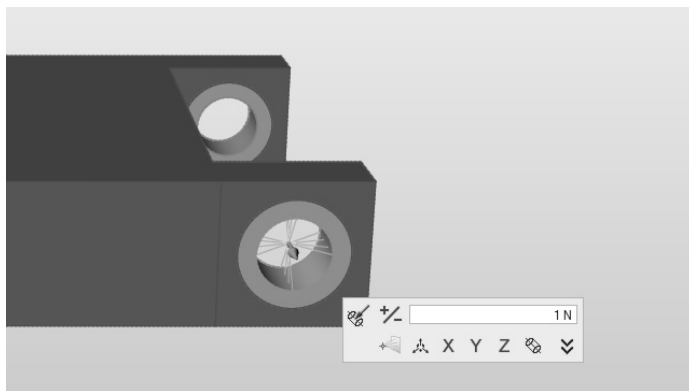

图 5-10
3) 这个力最初会被施加到 x 轴的负方向上。在小对话框中单击 +/- 图标，将施力方向反转到 x 轴的正方向上，如图 5-10 所示。